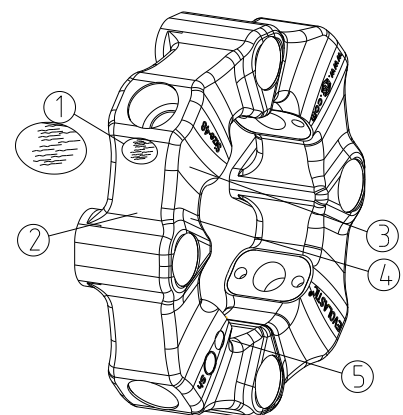

Bild 27: Sichtprüfung
- Das Elastomerteil an den in Bild 27 mit ①, ②, ③, ④ und ⑤ gekennzeichneten Bereichen auf Falten oder Risse prüfen. Eine Faltenbildung ist unproblematisch, kann aber je nach Anwendung langfristig zu Rissen führen. Sollten die Risse in den gekennzeichneten Bereichen die Grenze gemäß Tabelle 17 und mehr erreichen, muss das Elastomerteil ausgetauscht werden.